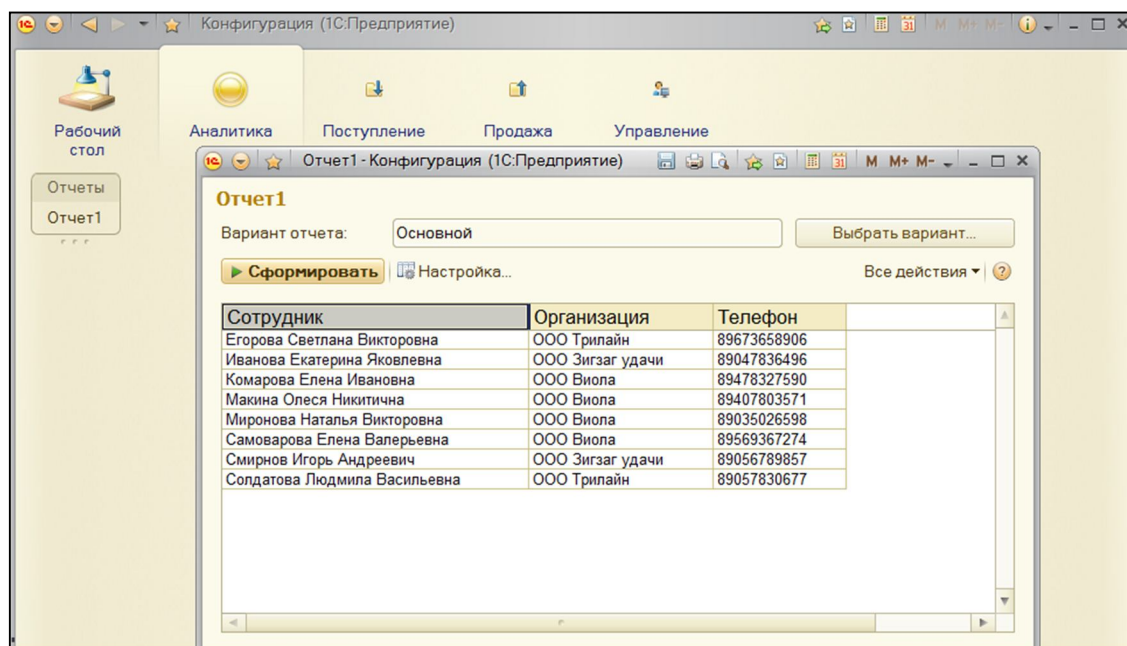

Рис. 48. Отчет «Выборка» в режиме 1С:Предприятие
5) Посмотреть результат выполнения запроса в режиме 1С:Предприятие, нажав кнопку «Сформировать» (рис. 48).